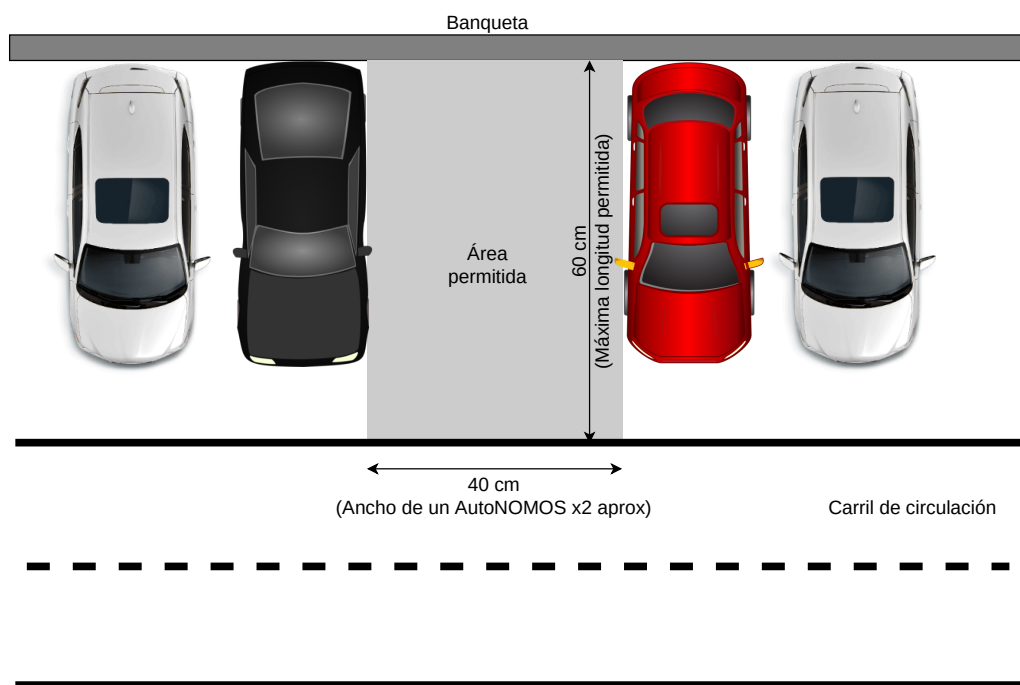

Figura 3: Zona de estacionamiento
Asimismo, habrá una zona en la pista para las pruebas de estacionamiento **en batería**, como se ilustra en la figura 3. La banqueta será delimitada por “paredes” con altura suficiente para que pueda ser detectada por los sensores del robot. El espacio
4. **Estacionamiento Autónomo.** Consiste en hacer que el vehículo pueda estacionarse en la zona designada (ver figura 3). Se arrancará el vehículo a un metro de distancia, aproximadamente, del espacio para estacionarse. Esta posición inicial estará sobre el carril de circulación. La posición y orientación inicial tendrán una ligera variación aleatoria para todos los equipos. El vehículo podrá utilizar todo el espacio y maniobras necesarias para estacionarse.
- En la prueba sobre estacionamiento autónomo, se ordenará a los equipos de acuerdo al tiempo final requerido para concluir exitosamente la prueba, luego de aplicar sanciones a aquellos autos que colisionen contra algún obstáculo (ver sección 6.2). Quien no logra estacionarse recibirá puntuación nula. Se considerará como exitosa la prueba si el vehículo queda estacionado dentro del espacio identificado en la Figura 3 como “Area permitida”.